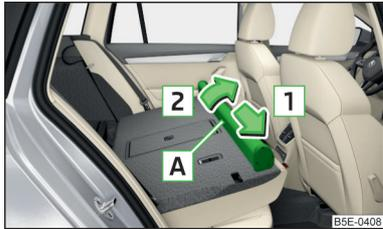

Abb. 125
- Das Gehäuse **A** in Pfeilrichtung **1** verschieben und aus den Aufnahmen in Pfeilrichtung **2** herausnehmen » Abb. 125.